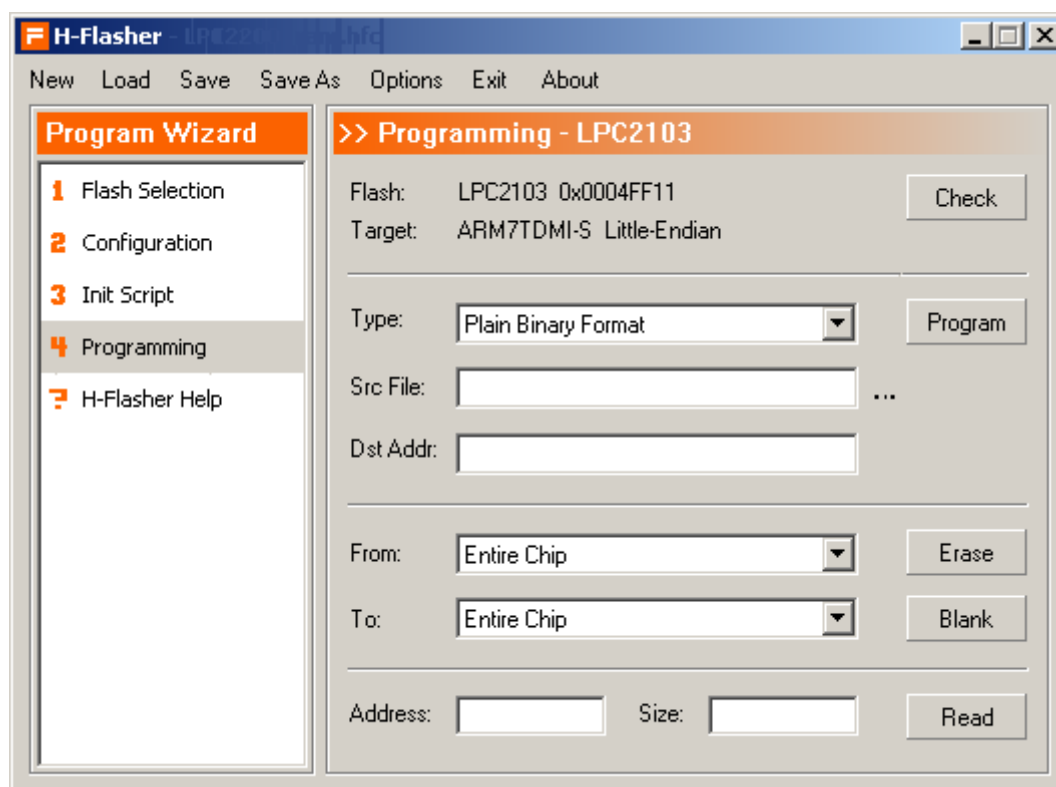

图 3.15 H-Flasher
(1) 单击任务栏下的  图标, 将弹一个 H-Flasher 窗口, 如图 3.15 所示。如找不到  图标, 说明 H-Flasher 软件没有启动, 启动 H-Flasher 软件。